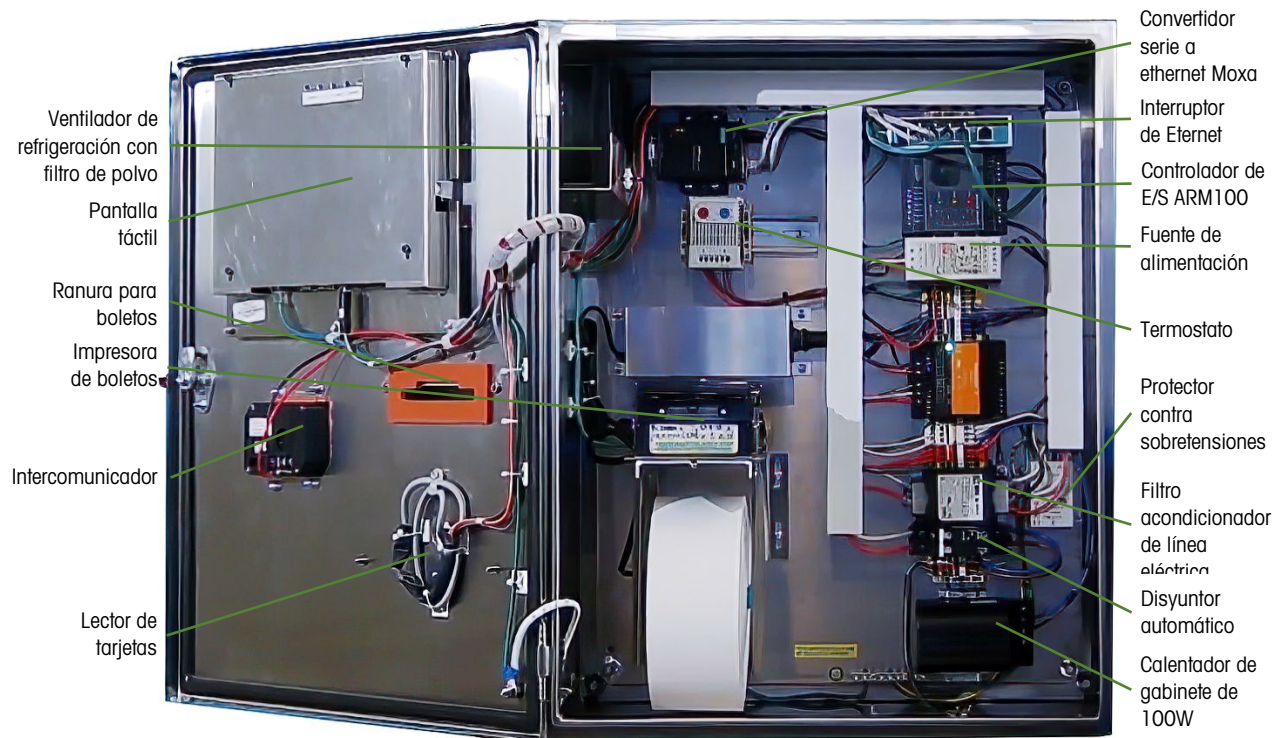

Figura 1-3: Distribución interna de la IND9UT-DB con pantalla táctil
- La Figura 1-3 muestra una IND9UT-DB con funciones opcionales, como un ventilador de refrigeración. Son posibles otras configuraciones, incluidos componentes como un convertidor Ethernet de fibra óptica.